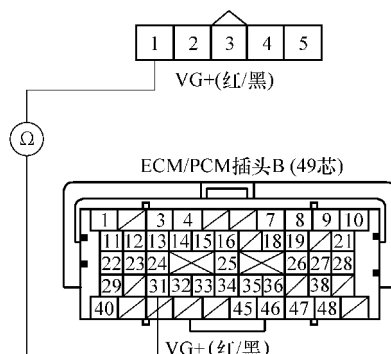

图 5-91 检查 MAF 传感器 1 号与 B31 端子之间的导通性
12) 如图 5-91 所示, 检查 MAF 传感器/IAT 传感器 5 芯插头 1 号端子与 ECM/PCM 插头 B31 端子之间的导通性, 是否导通?